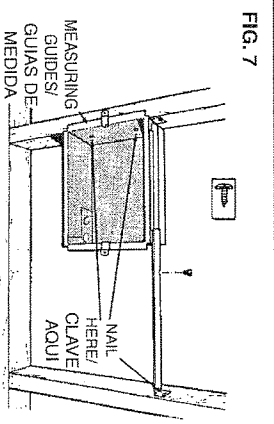

FIG. 7
3. Secure the two (2) mounting brackets together (with screw supplied), level housing and nail to opposite stud, as shown. (FIG. 7)
3. Fije los dos (2) soportes de montaje (con el tornillo que se provee). Nivele la caja y clave a la viga opuesta, tal como se muestra. (FIG. 7)